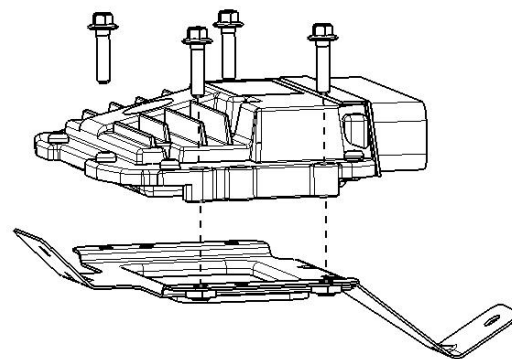

图7-5 维修步骤3
- 用套筒旋出4个固定螺栓Q1840625，扭矩9.8N·m。如图7-5 维修步骤3